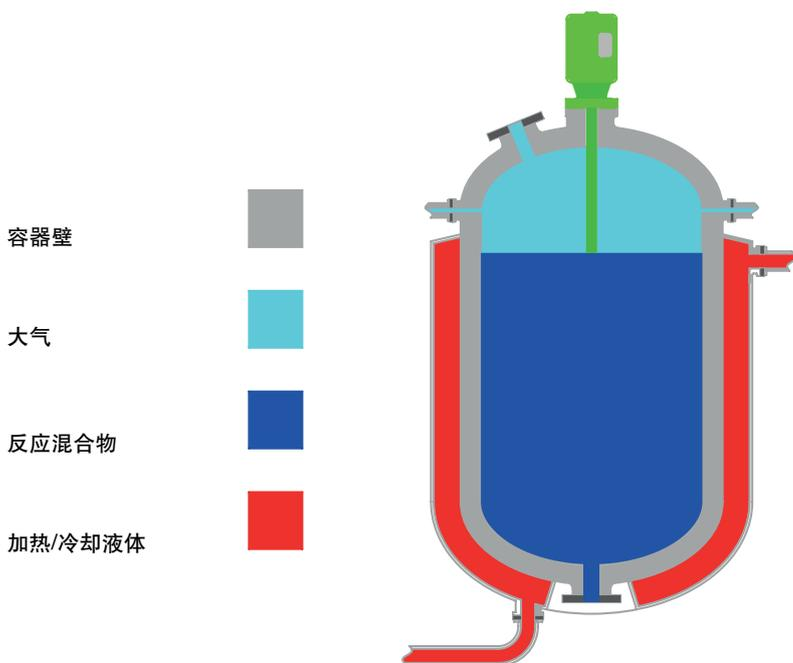

图 30: 典型间歇反应器的横截面
请参阅图 30 典型间歇反应器的横截面。存在一些增加反应器固定载荷的因素，其中一些因素不合乎准确度要求。在此简要介绍这些因素。
3. 多数反应器都具有加热/冷却线圈或夹套（如图 30 所示）。其重量会增加固定载荷，有时还会超出其中包含的液体重量。通常此类反应器还具有不锈钢外壳保护的保温层，再次增加了固定载荷。